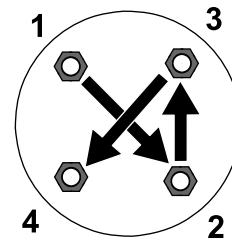

Figura 8
2. Apriete las tuercas de rueda (en un patrón cruzado, tal y como se muestra en la Figura 8), a entre 108 y 122 N·m.